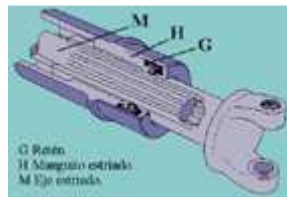

Fig. 47
• **Árbol de transmisión con junta deslizante telescópica (fig. 47)**
Para absorber los posibles desplazamientos longitudinales, como se vio en la fig. 47, la unión del eje a la junta cardán se hace en forma deslizante, por medio de un estriado (M) y (H) dentro del cual puede desplazarse ligeramente.